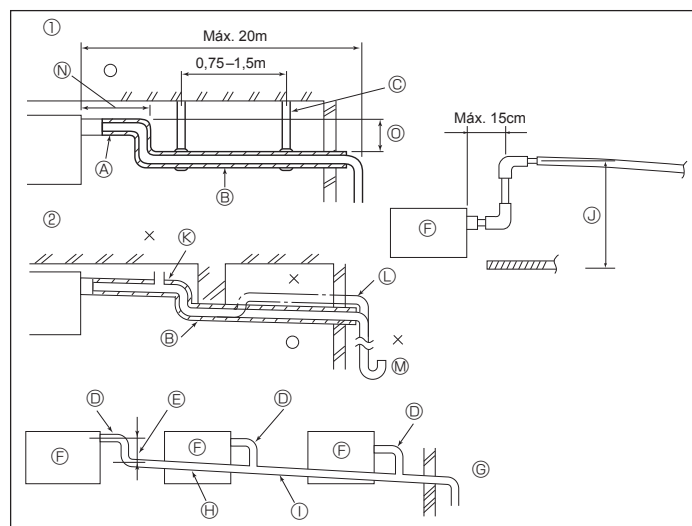

Fig. 3-4
3.3. Tubería de drenaje (Fig. 3-4)
- ① Tubería correcta
- ② Tubería incorrecta